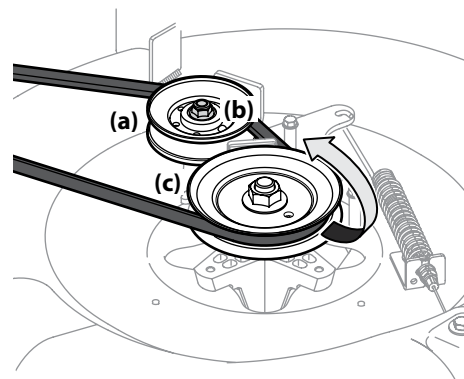

Figura 4-12
- Afloje la polea loca (plataformas de 24" solamente) (a) para lo cual debe aflojar la tuerca de seguridad con brida (b) que la sujeta, lo suficiente para que quede una holgura para que pase la correa hacia afuera. Extraiga la correa sacándola de la polea de transmisión de la plataforma (c) y de la polea loca (a). Consulte la Figura 4-12.